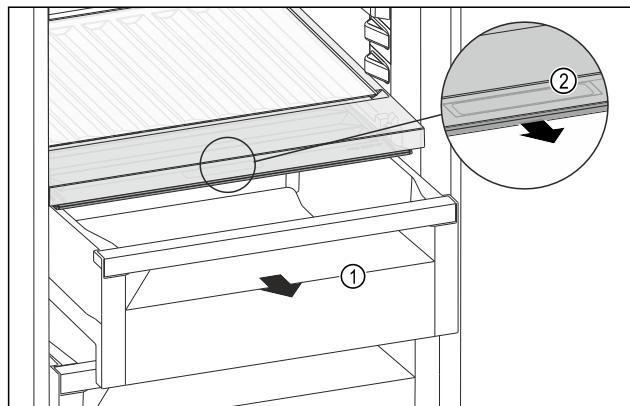

Fig. 107
- Извлеките выдвижной ящик Fig. 107 (1).
- Возьмитесь за утопленную ручку Fig. 107 (2) на крышке отделения и одновременно потяните крышку отделения вперед.